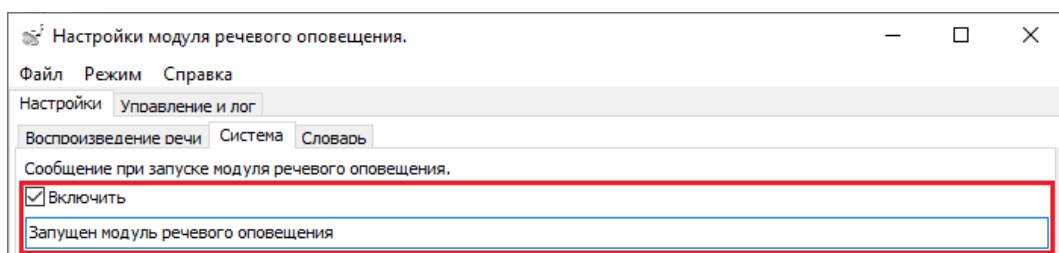

Рисунок 8-185 Включение воспроизведение сообщения при запуске модуля речевого оповещения
- для включения воспроизведения сообщения при запуске модуля речевого оповещения (т.е. сразу после перехода модуля речевого оповещения в штатный режим работы) установите флаг слева от свойства «Включить», после чего станет активным поле ввода текста сообщения. Введите в это поле текст (по умолчанию текст отсутствует), который необходимо воспроизводить при запуске модуля речевого оповещения (см. Рисунок 8-185);